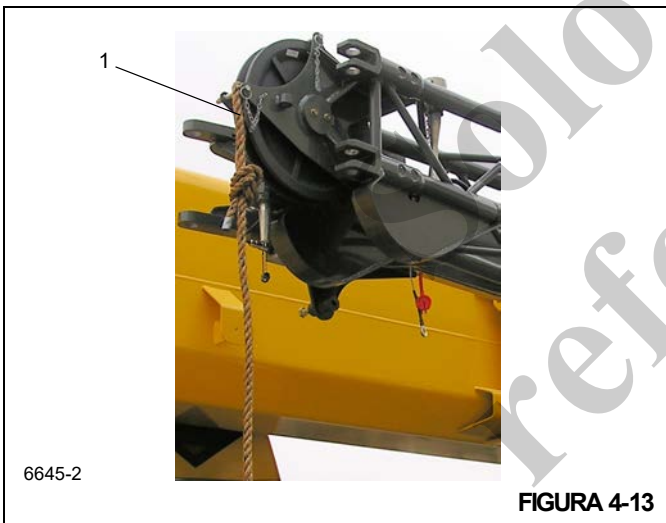

FIGURA 4-13
3. Conecte un cable guía (1, Figura 4-13) a la punta de la extensión y a la superestructura.